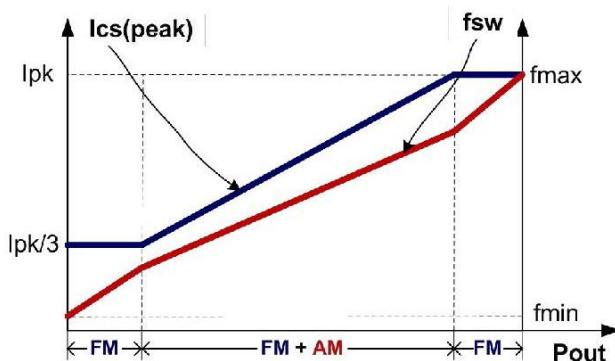

图 4
如图 4 所示，为了满足严苛的平均效率和待机功耗要求，U6117 采用了调幅控制 (AM) 和调频控制 (FM) 结合的多模式控制技术。